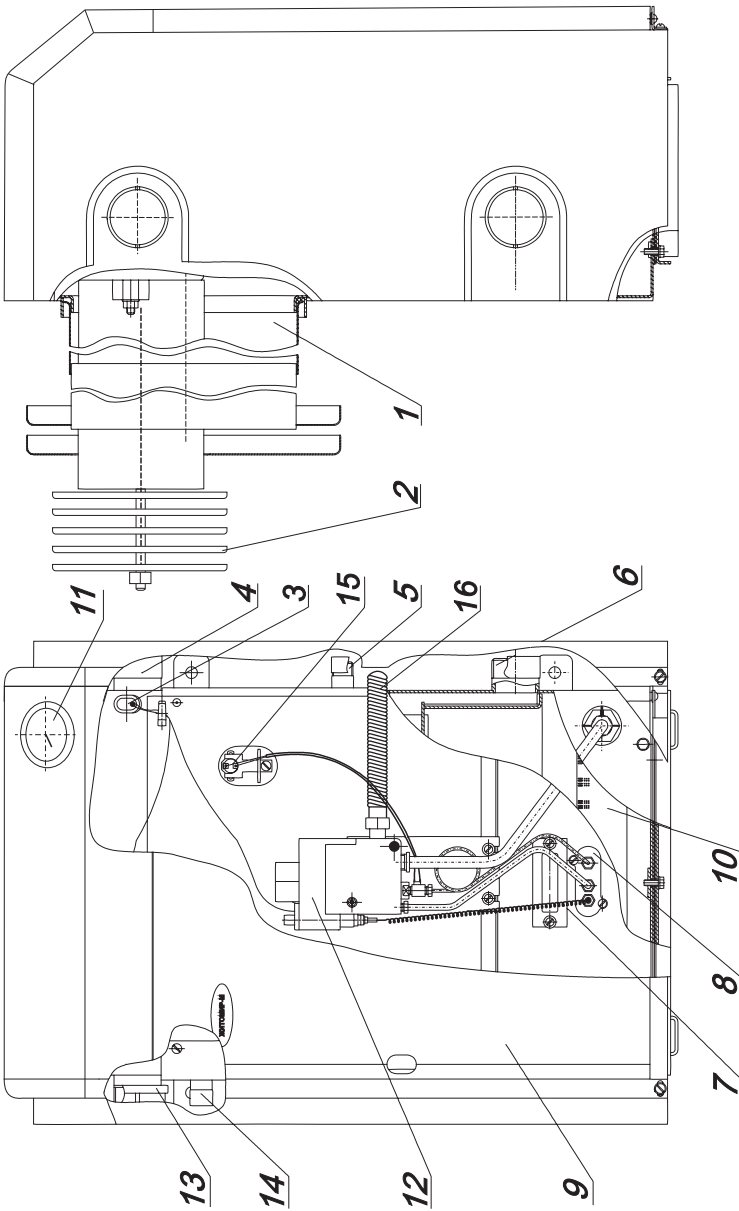

Рис. 1. Будова апарата
5.1. Апарат (рис. 1) складається з таких основних частин: корпусу з герметичною камерою згоряння, димоповітряного блоку, газопальникового пристрою, кришок, що закривають верхній і нижній отвори корпусу, водонагрівача (для двоконтурних апаратів). Для забезпечення герметичності апарата між корпусом і димоповітряним блоком, газопальниковим пристроєм, кришками, встановлені прокладки з теплоізоляційного матеріалу. Корпус апарата закритий декоративним облицюванням.
Перед введенням апарата в експлуатацію необхідно залити 10-15 мл машинної оливи в стаканчик корпусу апарата (поз. 3, рис. 1)!
положення 1...7. Максимальна температура теплоносія відповідає цифрі 7 на рукоятці керування. Контроль температури необхідно вести по термоіндикатору (поз. 11, рис. 1).
Регулювання температури теплоносія здійснює термостат газового клапана через термочутливий балон, вставлений у стаканчик корпусу апарата (п. 3, рис. 1).
Перед запуском апарата необхідно перевірити наявність машинної оливи в стаканчику корпусу апарата (поз. 3, рис. 1)!